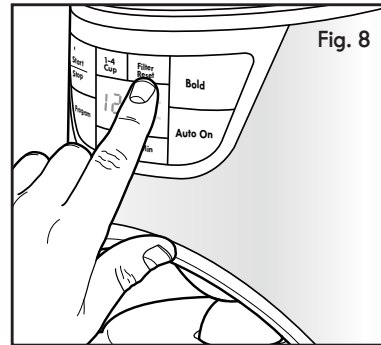

Fig. 8
1. Appuyez sur le bouton de réinitialisation du filtre sur le panneau de commande pour éteindre la lumière bleue et réinitialiser le compte (fig. 8).